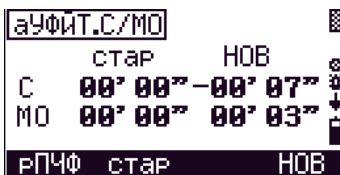

Рис. 13. Новые значения места ноля и коллимационной ошибки
После повторного нажатия на кнопку **MEAS/ENT** прибор показывает старые и новые значения С и МО (рис. 13). Нам предлагается повторить измерения – ③, сохранить старые – ④ или принять новые – ⑤.